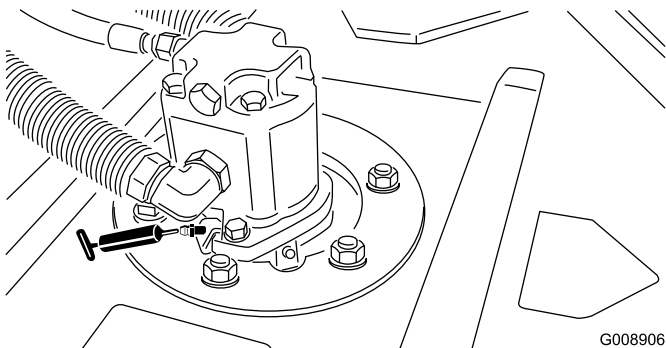

Figura 48
- Cojinetes de los ejes de las unidades de corte (2 por unidad de corte) (Figura 48).